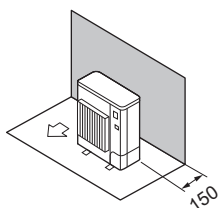

Fig. 2-7
- (1) Hindringer kun bak (Fig. 2-7)